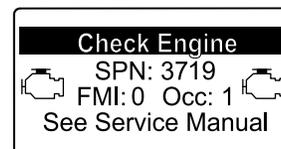

Figure 43
- Si une régénération d'urgence est nécessaire, l'InfoCenter affiche l'avertissement moteur SPN 3719, FMI 16 (Figure 43) et le calculateur moteur réduit la puissance du moteur à 85 %.